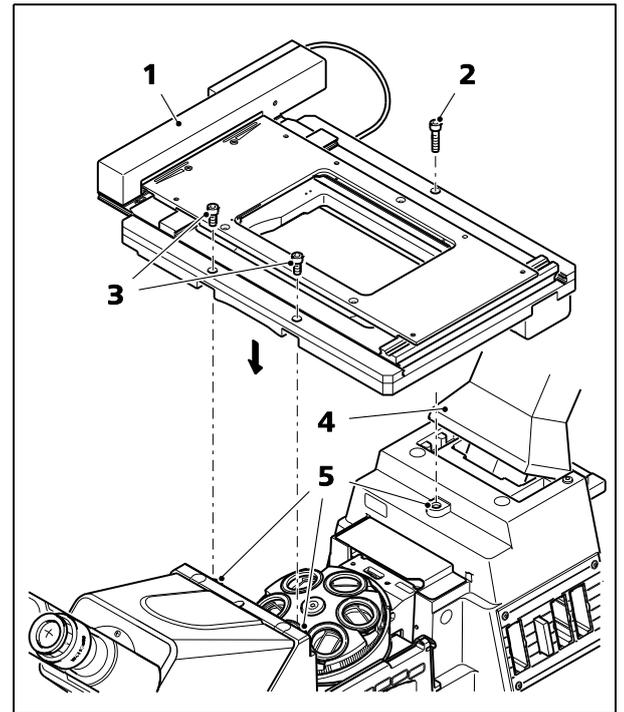

Fig. 26 Installation de la platine de balayage 130 x 100 STEP
- Lors de l'assemblage de la platine, pour en améliorer l'accès, il est possible d'incliner vers l'arrière le support d'éclairage en lumière transmise (Fig. 26/4) (le cas échéant).
- Placer la platine de balayage 130x100 STEP (Fig. 26/1) sur les trois points de contact (Fig. 26/5) du statif, puis la fixer à l'aide de trois vis à 6 pans creux (deux à l'avant (Fig. 26/3), une à l'arrière (Fig. 26/2)).